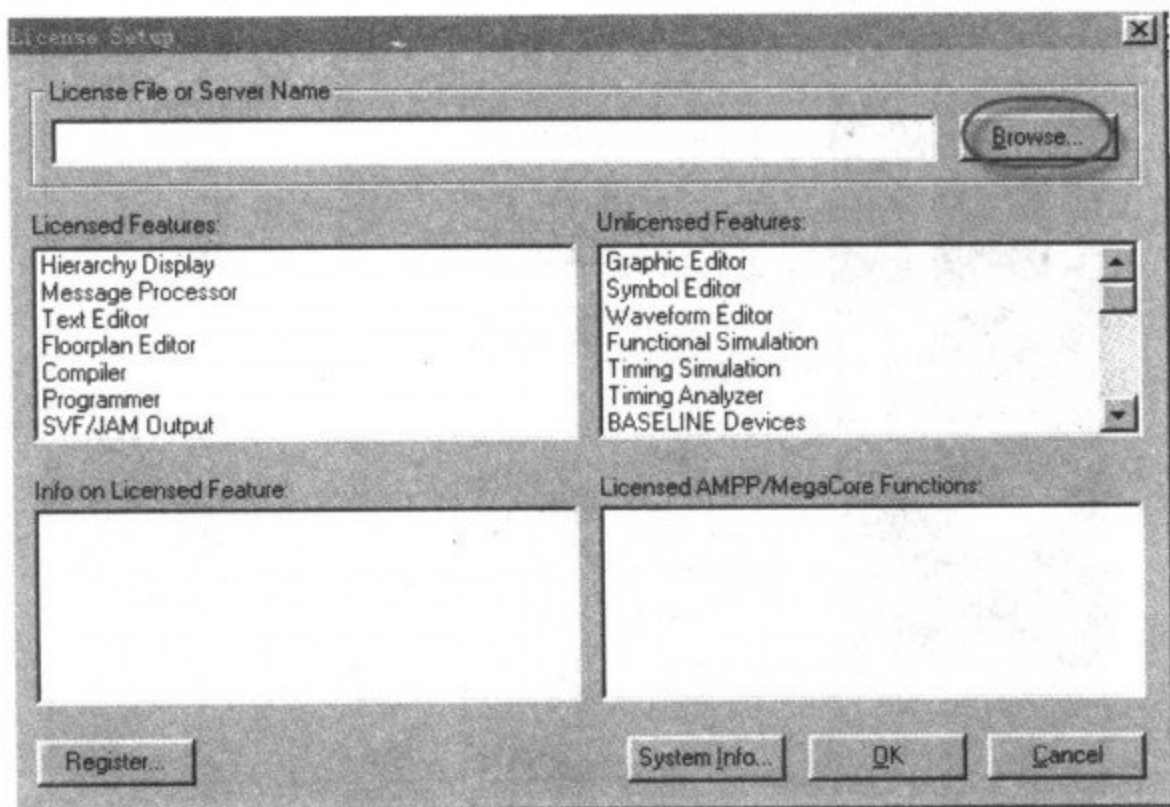
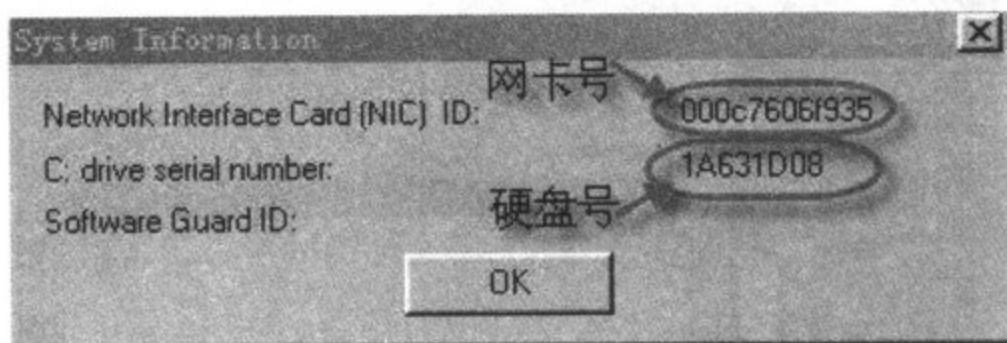

图 3-6 授权设置对话框
图 3-7 硬盘 ID 号
(7)虽然此时已安装完毕,但用户还未获得使用授权,许多功能将受到限制。在获得授权文件 License. dat 后,双击 MAX+plusII 快捷图标进入 MAX+plusII 集成开发环境;单击菜单 Option,在弹出的下拉菜单中选择 LicenseSetup 命令;在出现如图 3-6 所示的授权设置对话框中单击“Browse...”按钮,加载 license. dat 文件;然后单击 OK 按钮,就获得了使用授权,这时许多原来不能使用的功能即可使用。
获取硬盘 ID 号和网卡号的方法是:进入 MS-DOS;在命令提示行下键入 dir cpld 命令;在第 2 提示行可以看到 Volume Serial Number Is 1A63-1D08,1A63-1D08 就是您的硬盘 ID 号。也可在图 3-6 所示的画面中单击“systemm info...”,出现如图 3-7 所示的面画,图中的 drive serial number 即为硬盘 ID 号,图中的 Network interface card(NIC) ID